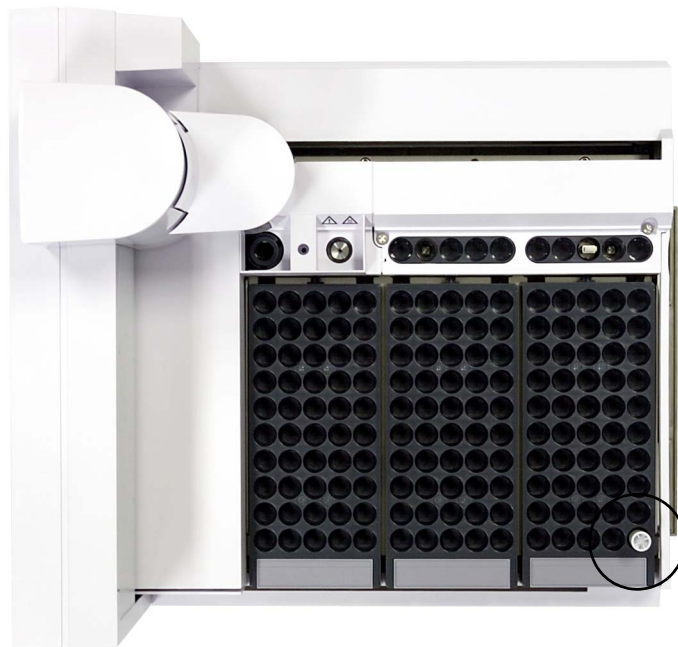

Abb. 79 Tellerposition 1
- 1 Platzieren Sie das Kalibrierungsfläschchen (G4514-40588) in Tellerposition 1 (Abbildung 79).